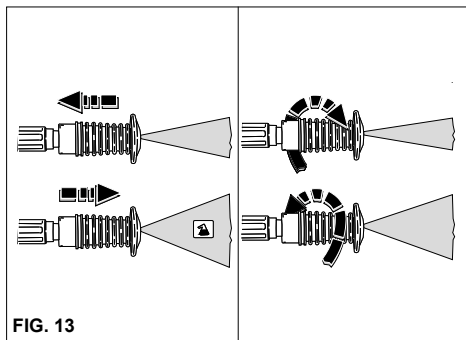

FIG. 13
USO DELLA TESTINA REGOLABILE (fig. 13)
- Quando l'idropultrice non viene utilizzata chiudere il dispositivo di sicurezza dell'impugnatura (fig. 13).
2) Azionare l'idropultrice, attivare il comando di aspirazione del detergente presente sulla lancia (fig. 13) e cospargere la superficie da lavare agendo dal basso verso l' alto.